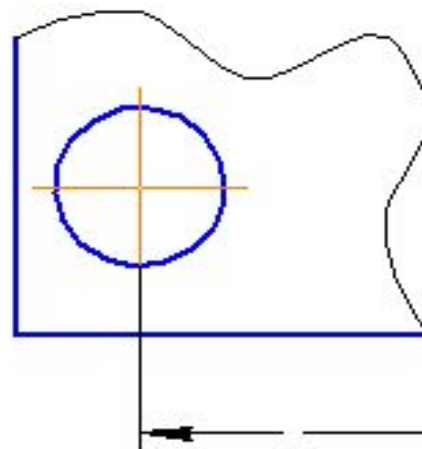

Рисунок 3.6
- При нанесении размеров от базы, не изображенной на данном чертеже (Рисунок 3.6).